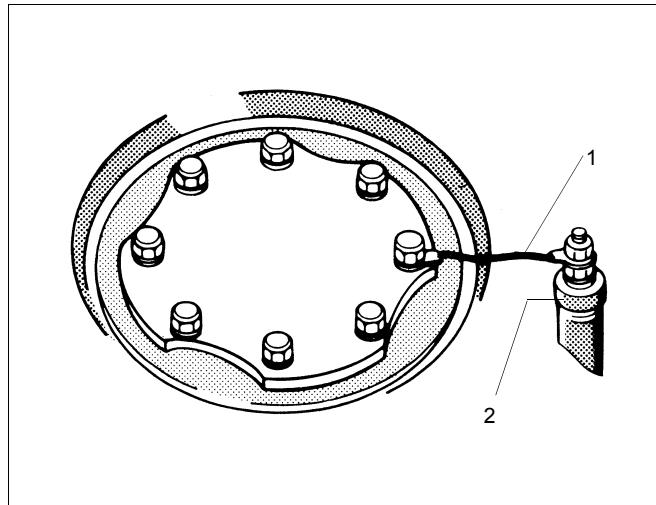

Рис. 10 Заземление магниевого анода
Магниевый анод должен быть установлен (рис. 10, [2]) так, чтобы между ним и баком образовалось надёжное электрическое соединение, т.е. должен быть подсоединен заземляющий провод (рис. 10, [1]).
- ▶ Уложите кольцевой наконечник заземляющего провода и заверните болты (рис. 10).